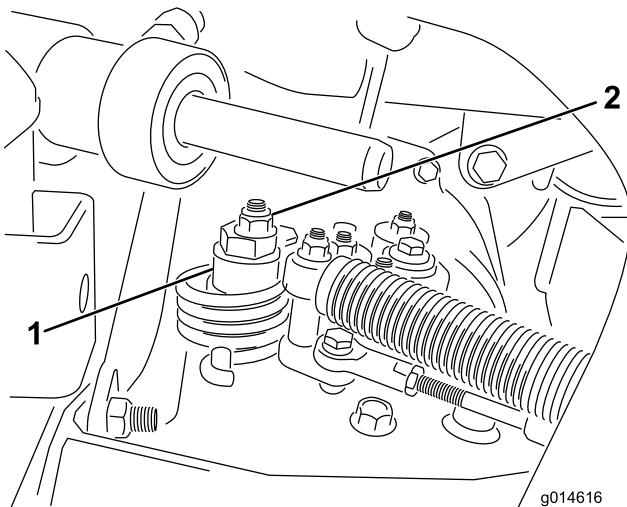

图 48
- A. 松开将偏心螺栓固定到静液压泵顶部的螺母（图48）。
- C. 旋转偏心螺栓，直到不再出现任何方向的缓慢前移。当轮子停止旋转时，旋紧螺母，锁定偏心螺栓和调整（图48）。将油门移至“慢速”和“快速”位置，验证调节情况。